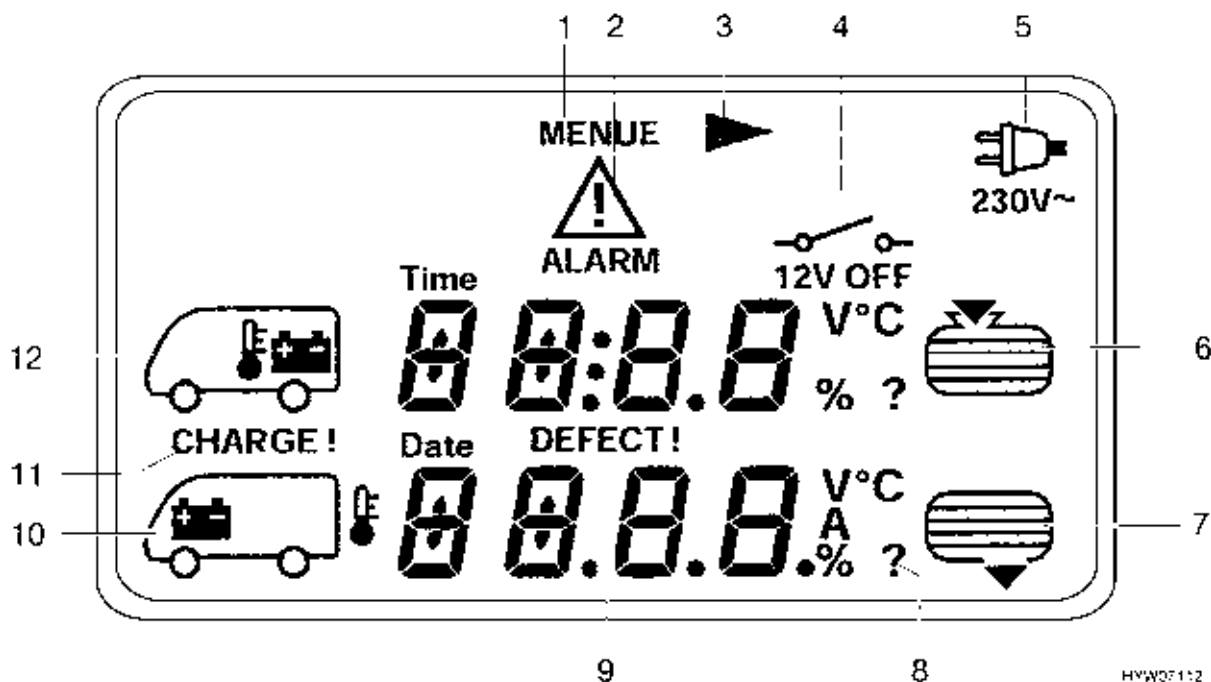

Bild 100 Symbol-Darstellung auf LC-Display
- ▷ Der Pfeil  (Bild 100,3) in der LCD-Anzeige zeigt an, dass das gewählte Menü aus mehreren Menüseiten besteht. Wiederholte Tastenbetätigung der verwendeten Menütaste schaltet jeweils eine Menüseite weiter.